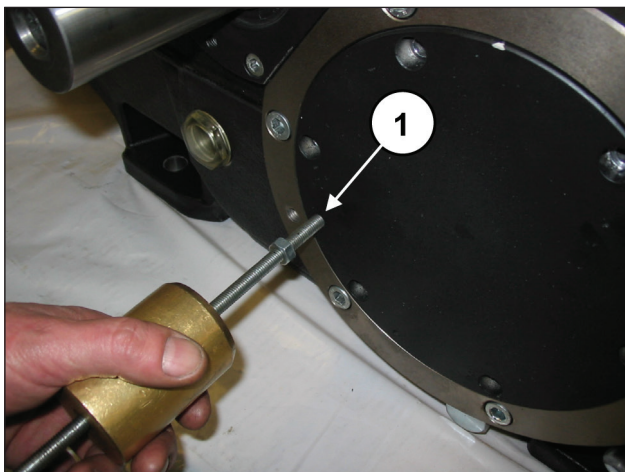

Fig. 12
Pour faciliter le démontage, utiliser 2 goujons ou vis M8 (rep. ①, Fig. 12) faisant office d'extracteurs.